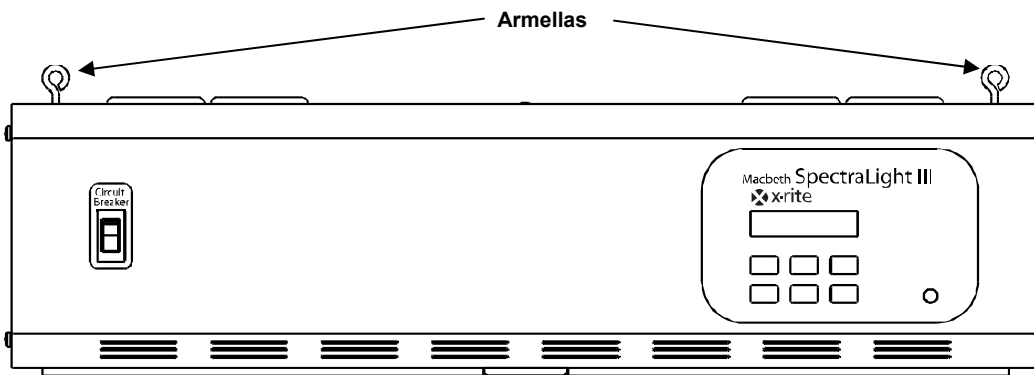

Figura 9. Luminaria de techo
2. Retire las armellas (cuatro para la luminaria sencilla, ocho para la luminaria doble) de su embalaje y atornillelas en las tuercas situadas en la parte superior del aparato. Consulte la Figura 9.